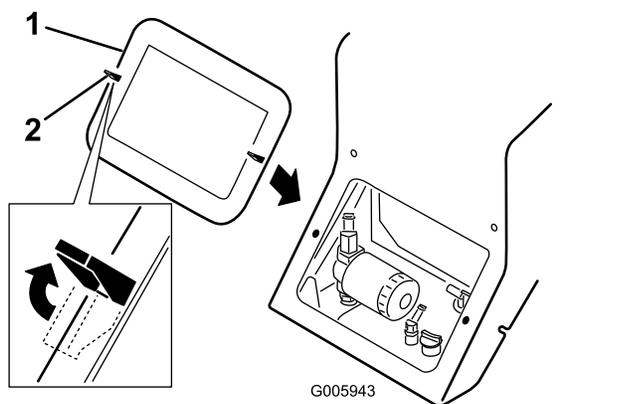

Рисунок 22
4. Освободите две крепежные лапки (Рисунок 22 показан верхний левый лепесток).